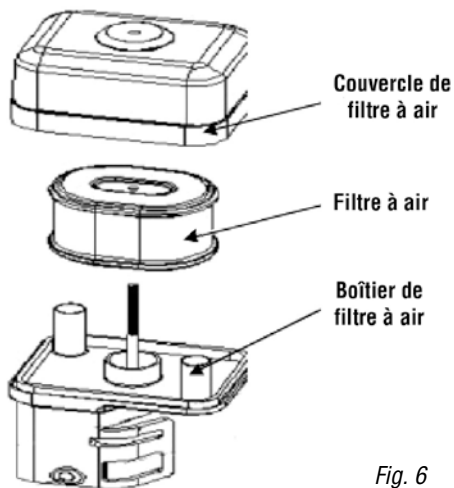

Fig. 6
1. Déposez le filtre à air du couvercle extérieur conformément (fig. 6). Ne laissez pas la poussière et les débris tomber dans le filtre à air.